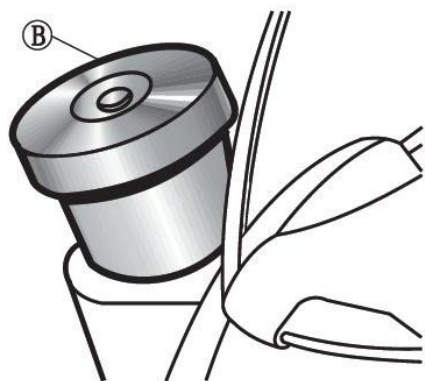

Fig. 5-11 Tampa de enchimento de óleo sobre a caixa de distribuição
Puxe a vareta de óleo para verificar o nível de óleo ①. Se o nível de óleo estiver abaixo da escala inferior, remova a tampa de enchimento sobre a caixa de distribuição para abastecer, conforme mostrado na ② fig. 5-11.